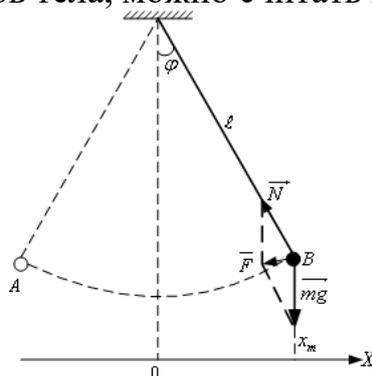

Рисунок 1. Колебания математического маятника.
**Математическим маятником** называется тело, подвешенное на длинной невесомой нити, длина которой во много раз превышает линейные размеры тела (рис. 1). Реальный маятник, у которого масса колеблющегося тела во много раз больше массы нити, а длина нити во много раз больше размеров тела, можно считать математическим.